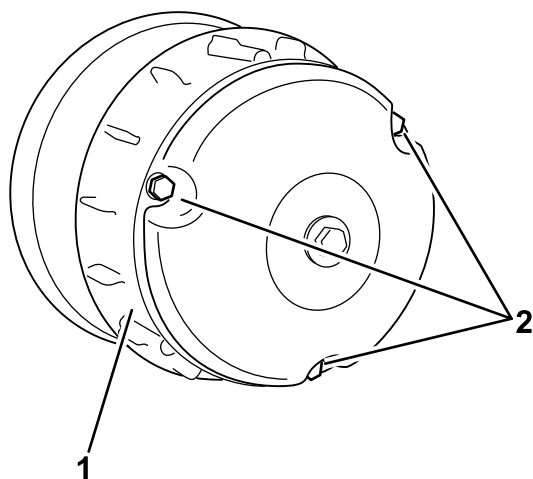

Figure 60
2. Retirez les 3 boulons qui fixent le couvercle de l'embrayage et déposez le couvercle (Figure 60).
4. Posez le couvercle d'embrayage et fixez-le avec les 3 boulons (Figure 60) que vous avez retirés à l'opération 2.